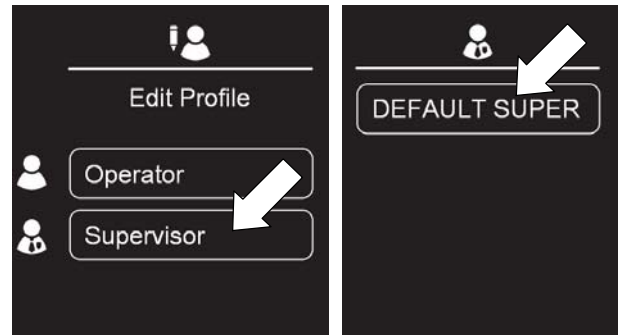

ABB. 179
4. Drücken Sie die Supervisor-Taste und dann die DEFAULT SUPER Taste (Abbildung 179).